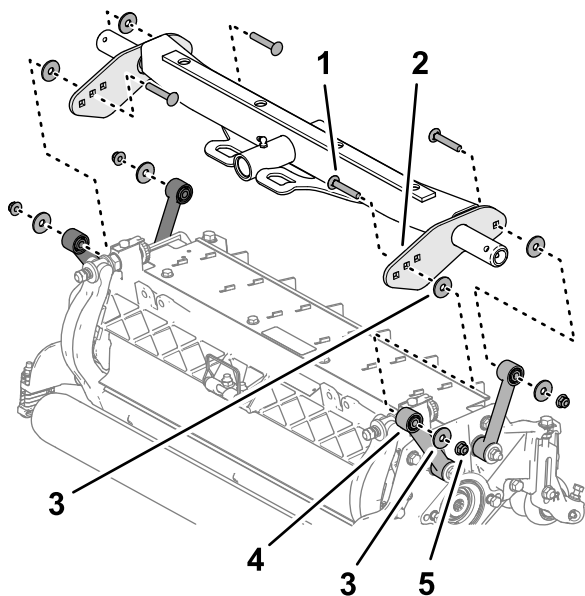

図 18
2. ワッシャをキャリアプレートとリンクの間に合わせ図 18、プレートとスペーサを仮止めするキャリッジボルト $\frac{3}{8}$  x 2 $\frac{1}{4}$ "、ワッシャ、フランジロックナット $\frac{3}{8}$ "を使用する。